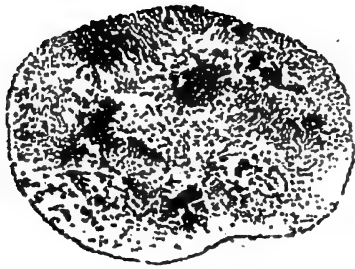

Fig. 2.
**1. Les diverses éponges.** — Pour notre toilette, nous nous servons parfois de petites éponges (*fig. 2*) d'un jaune clair, douces et soyeuses au toucher. Pour le nettoyage des parquets et des murs, on utilise des éponges plus grosses et plus dures (*fig. 3*), jaunes ou grises. Les peintres nettoient les boiseries avec de très grosses éponges brunes, rudes au toucher quand elles sont sèches.